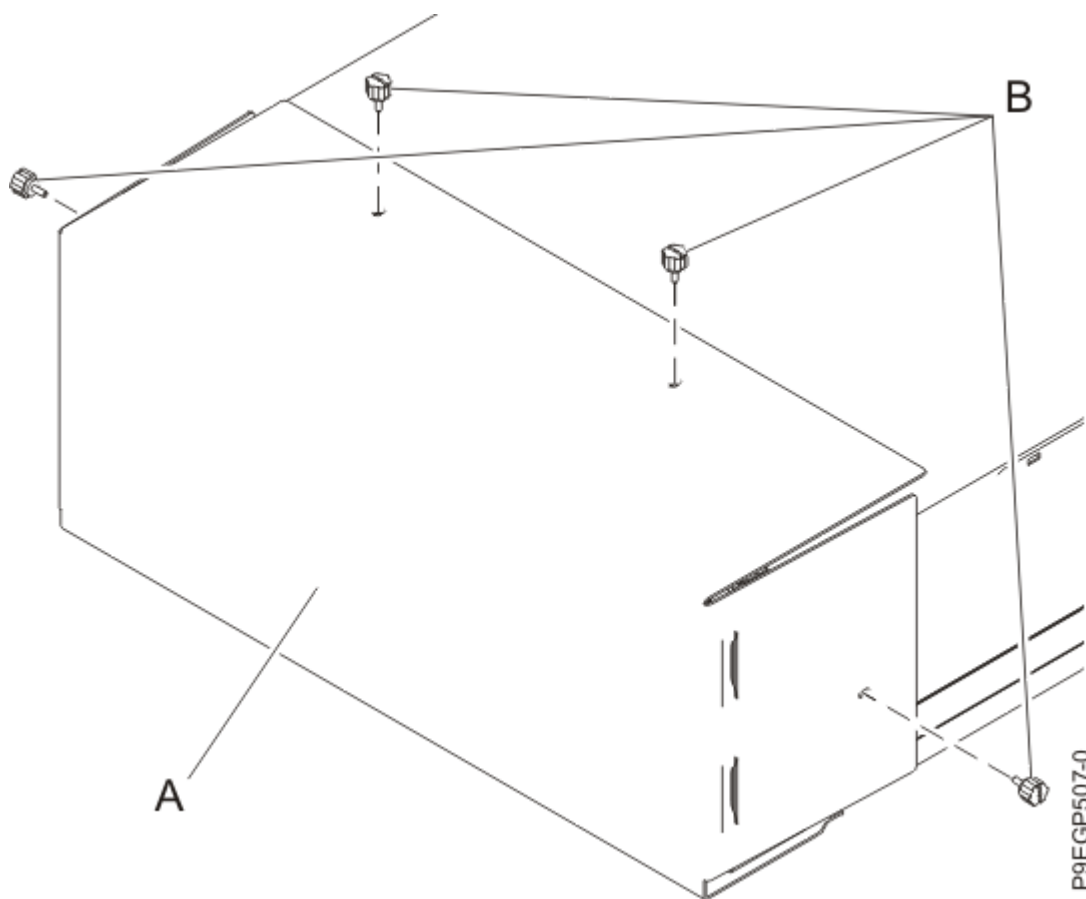

Figura 7. Extracción de la cubierta de transporte
2. Extraiga los cuatro tornillos de mano (**B**) que se utilizan para fijar la cubierta de transporte (**A**) a la parte posterior del cajón, tal como se muestra en la Figura 7 en la página 10. Extraiga la cubierta de transporte.